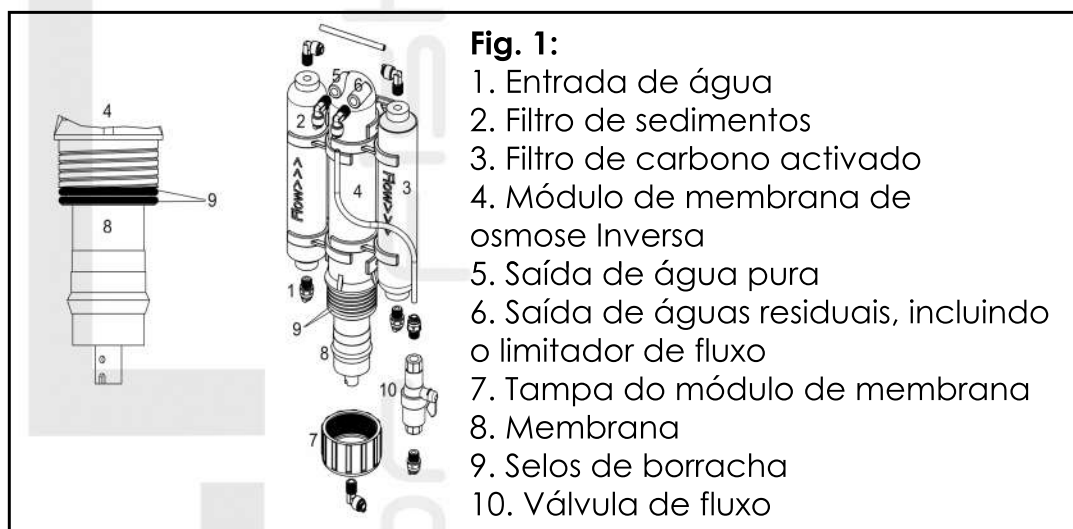

Fig. 1:
Las conexiones de la unidad son (vea Fig. 1):
Quite el tornillo de la carcasa del modulo (fig. 1, nº. 4). Extraiga la membrana de la bolsa de plástico e introdúzcala en la carcasa de la membrana. Tenga cuidado de insertar la membrana en la dirección correcta (fig. 2, nº. 2) con los cierres herméticos (fig. 2, nº. 1) direccionados a la salida del agua. La membrana tiene que ser empujada hacia dentro, hasta que los dos cierres herméticos estén en la posición adecuada en lo alto y el cierre de agua pura (fig. 2, nº. 3) quede fijado. Antes de que la carcasa pueda ser cerrada de nuevo, monte las juntas de goma (fig. 1, nº. 9) en el módulo de osmosis inversa.
- Limpieza: Para la limpieza de la membrana, la válvula de flujo (fig. 1, n°. 11) tiene que ser abierta. Entonces, el agua fluye a toda velocidad a través del módulo de ósmosis inversa y esto expulsa mucha contaminación y residuos.
As ligações da unidade são (ver fig. 1):
Retirar o parafuso da caixa do módulo (fig. 1, nº 4). Retirar a membrana do saco plástico e inseri-la no inseri-lo na carcaça da membrana. Ter o cuidado de inserir a membrana na direcção correcta (fig. 2, nº 2), com os selos (fig. 2, no. 1) virados para a saída de água.
A membrana tem de ser empurrada para dentro até que os dois selos estejam na posição correcta no topo e o selo de água pura (fig. 2, nº 3) seja fixado. Antes do alojamento pode ser fechado novamente, montar os vedantes de borracha (fig. 1, nº 9) no módulo de osmose inversa.
- Limpeza: Para limpar a membrana, a válvula de fluxo (fig. 1, nº 11) tem de ser aberta.